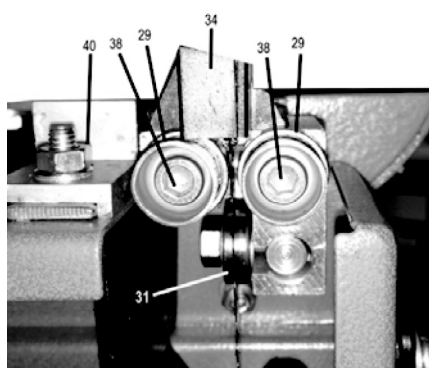

Fig. 16
16. JUSTERING AF NEDERSTE KLINGESTYR Fig. 16
- Et støtteleje (31) Fig. 16 (der støtter klingens bagfra)
- To hjul (29) Fig. 16 (der styrer klingens i sidelæns retning).